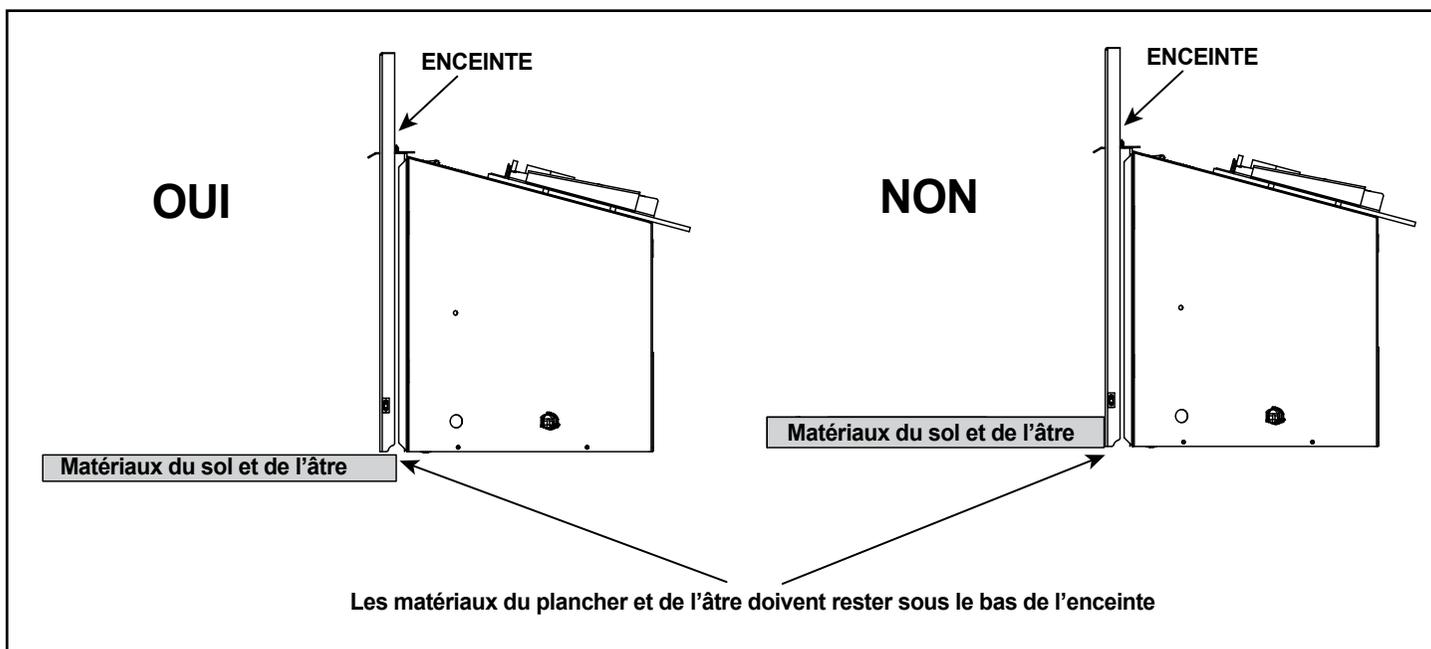

Figure 8.5 Matériaux du plancher et de l'âtre
- Tous les matériaux du plancher et de l'âtre doivent rester sous la partie inférieure de l'enceinte. Voir figure 8.5.